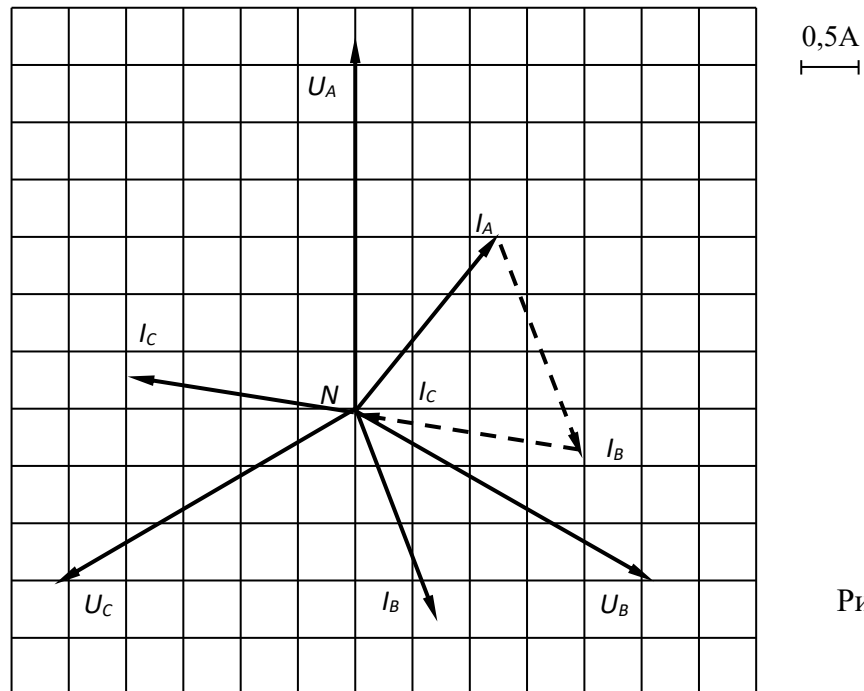

Рис. 1.40
14. Из векторной диаграммы (рис. 1.40) видно, что вектора токов  $I_A$ ,  $I_B$